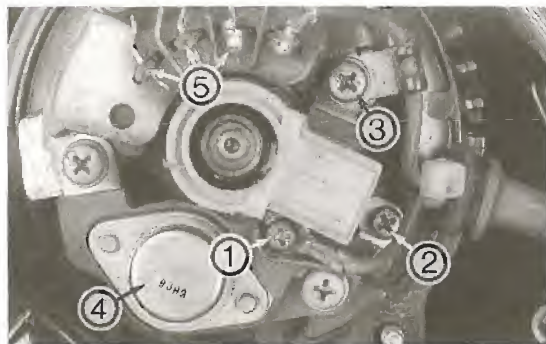

Bild 82
- Kohlebürsten nach Ausdrehen der Schrauben ①, ② und ③ Bild 82 abnehmen.
- Regler ④ nach Ausdrehen der Befestigungsschrauben abnehmen.
- Falls sich Regelspannung nicht einstellt und auch Ladespulen in Ordnung sind, Anschlüsse des Reglers ③ kontrollieren. Gegebenenfalls Regler ersetzen.
-  Widerstand der Statorspulen-Anschlüsse ⑤ Bild 82 untereinander messen (drei Messungen). Sollwert 0,2.
- Regler und Bürstenhalter anbringen (Bild 82). Deckel aufsetzen und Hutmuttern eindrehen.